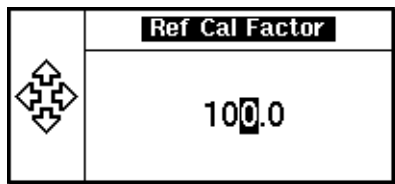

図 89 基準キャリブレーション係数ポップアップウィンドウ
- 4 必要であれば、チャンネル **Ref CF** を押してこの設定を変更します。図 89 のように基準キャリブレーション係数ポップアップウィンドウが表示されます。